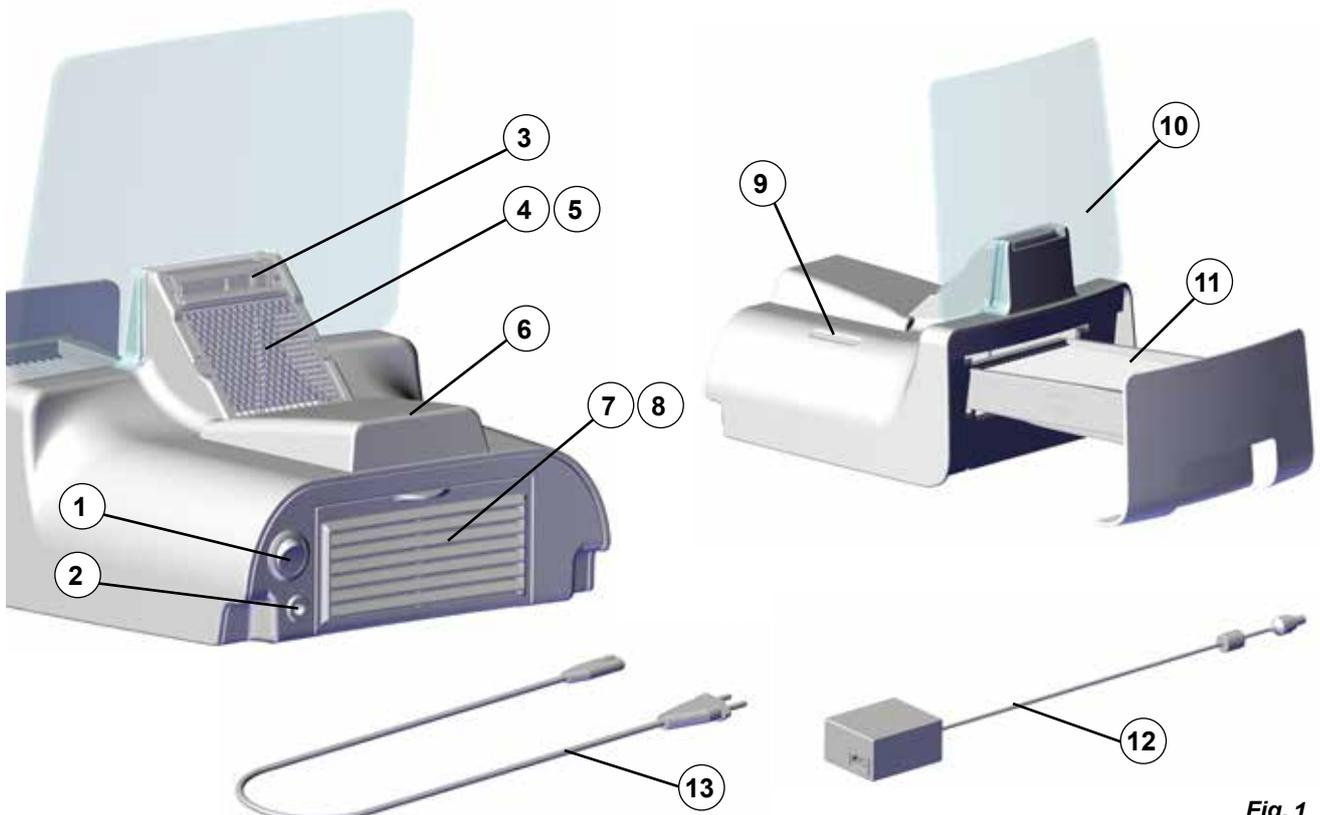

Fig. 1
- ⇒ Desconecte el aparato a través del interruptor de conexión/desconexión (1, Fig. 1).
⇒ Conecte el cable de red (13, Fig. 1) en el cargador (12, Fig. 1).
El aparato se conecta/desconecta con el interruptor de conexión/desconexión (1, Fig. 1).